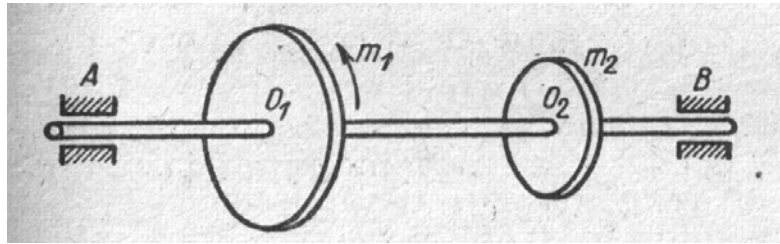

Рис. 8.
1. Вал вращается равномерно (рис. 8), вращающий момент на ведущем шкиве $m_x = 5000$ Н·м. Определите величину и направление момента m_2 на ведомом шкиве. Постройте эпюру крутящих моментов.
2. Укажите, какие участки вала (рис. 8) подвергаются скручиванию.